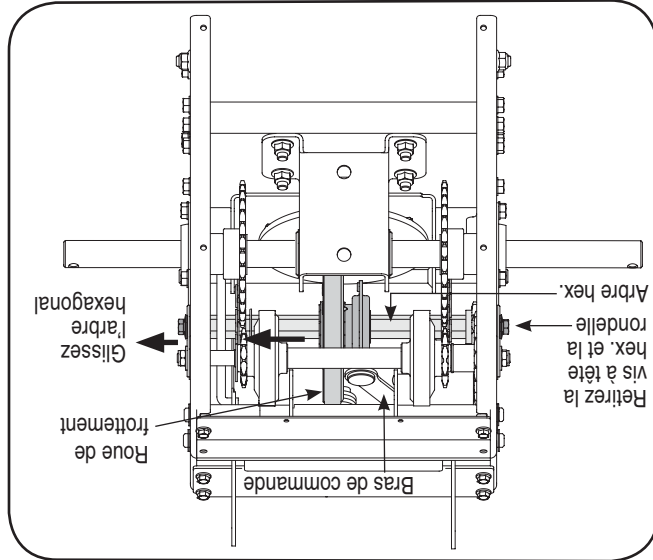

Figure 6-12
- Enlevez les vis auto-taraudeuses du couvercle du châssis, sous la souffeuse. Voir la Figure 6-12.
- Utilisez une clé de 3/4 po pour maintenir l'arbre hexagonal, puis retirez la vis à tête hex. et la rondelle creuse du côté gauche du châssis. Voir la Figure 6-12.